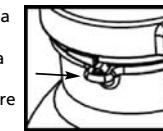

Figura 2
3. Retire el ensamblaje de la tapa presionando hacia abajo la lengüeta de seguridad (Figura 2) y girando la tapa 1/4 de vuelta hacia la izquierda. Retire la tapa.